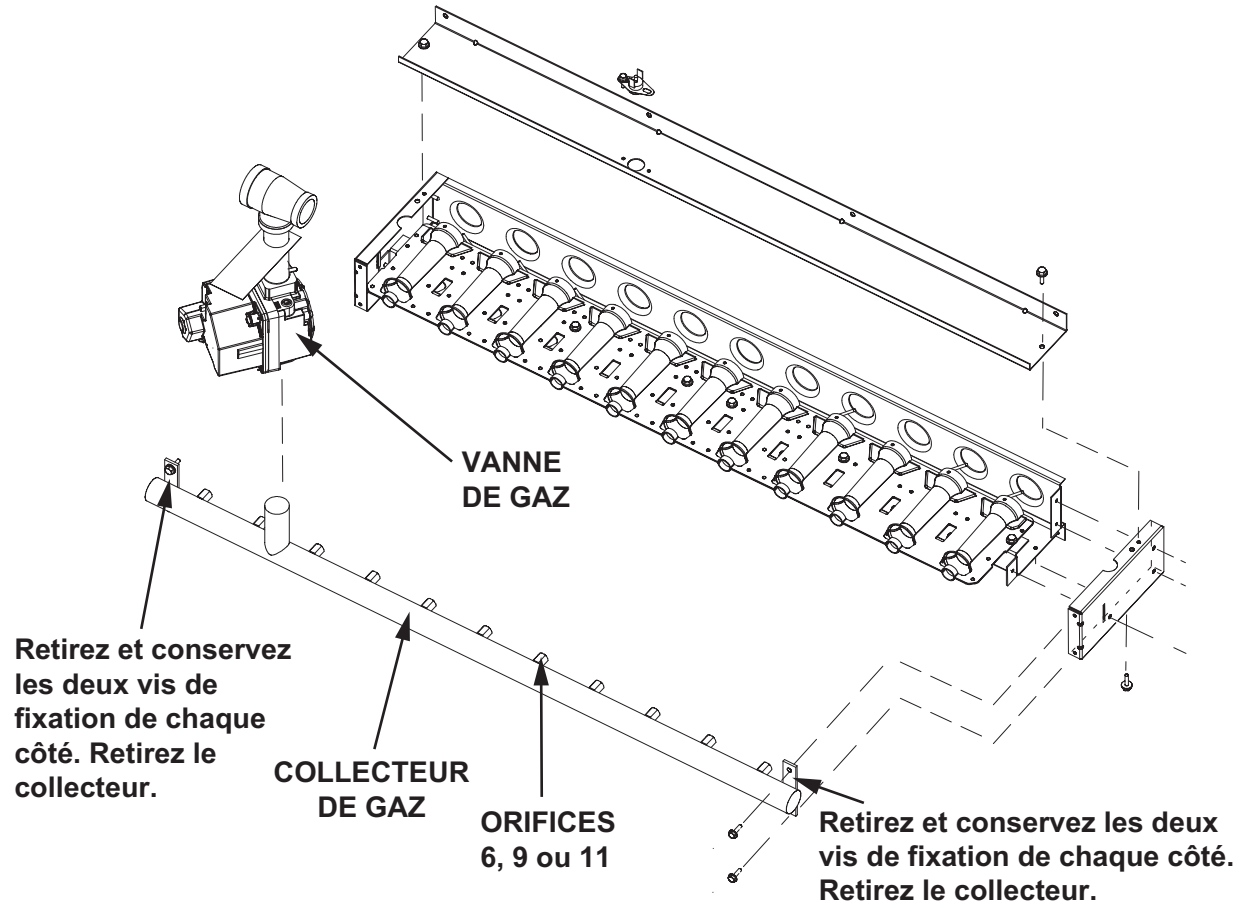

FIGURE 2
- 7 - Retirez et conservez les quatre vis de fixation du collecteur au boîtier des brûleurs. Retirez le collecteur. Reportez-vous à la FIGURE 2.